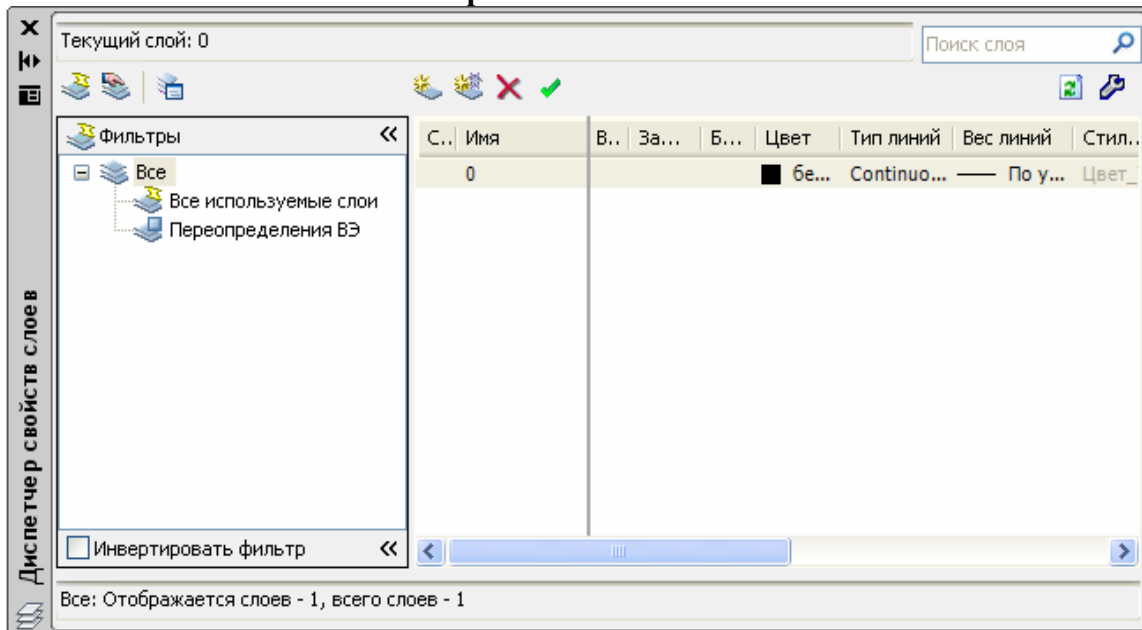

Рис. 2.2. Вікно Диспетчер свойств слоев
1. У діалоговому вікні **Диспетчер свойств слоев**, рис. 2.2, виділити шар **Построения**.